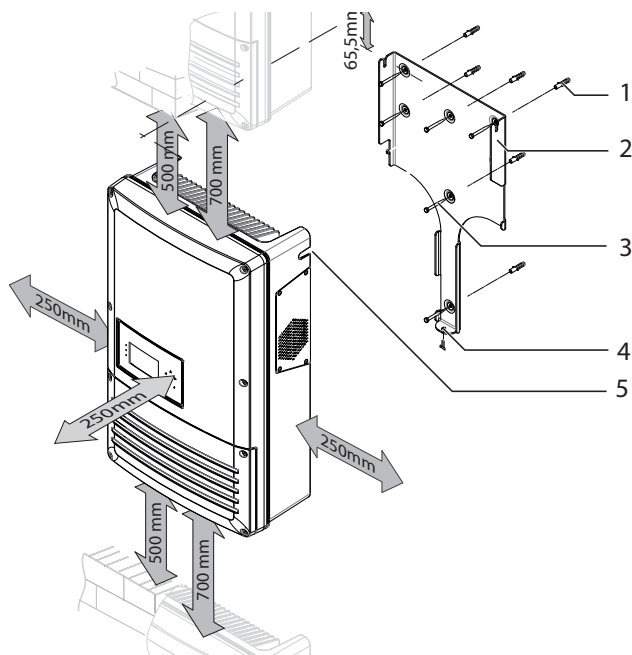
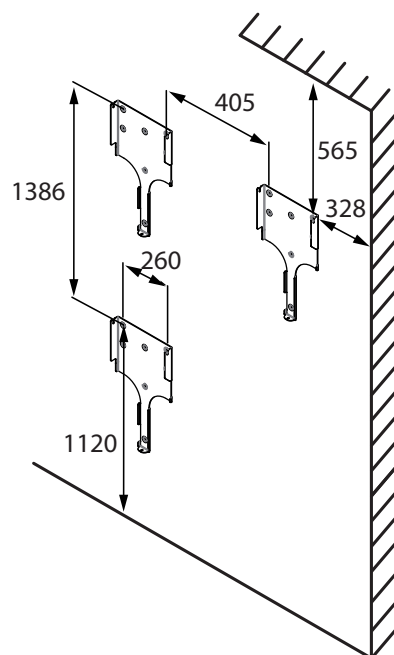

Figure 5: Distances minimales/plaque de montage
Figure 6: Distances de perçage (en mm)
- Respecter les écarts minimums lors du montage : Figure 5 et Figure 6 à la page 13